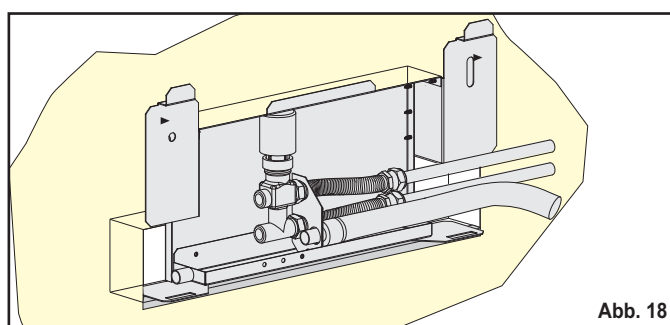

Abb. 18
8) Den Befestigungsbügel des Kondensatabflussrohrs und der Anschlussrohre an der Kondensatwanne anbringen (Abb. 18).